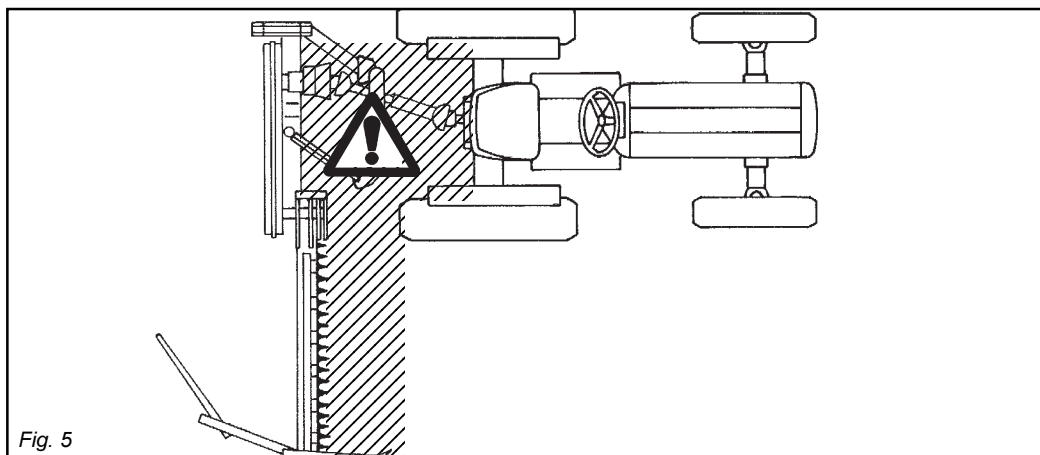

Fig. 5
- 29) È assolutamente vietato interporvi tra il trattore e l'attrezzatura (Fig. 5) con motore acceso e cardano inserito nonché senza aver azionato il freno di stazionamento ed aver inserito, sotto le ruote, un ceppo o un sasso di bloccaggio.
- 29) It is absolutely forbidden to stand between the tractor and the implement (Fig. 5) when the engine is running and the cardan shaft is engaged without having first engaged the hand brake and placed a block or stone under the wheels to prevent them from moving.
- 33) It is absolutely forbidden to stand between the tractor and the implement when manoeuvring the lift control from the outside (Fig. 5).
- 29) Es ist absolut verboten, bei laufendem Motor und eingeschalteter Gelenkwelle zwischen den Schlepper und das Gerät zu treten (Abb. 5). Dazu muß die Feststellbremse gezogen werden und unter die Räder ein Bremskeil oder ein großer Stein gelegt worden sein.
- 29) Il est absolument interdit de se mettre entre le tracteur et l'appareil (Fig. 5) quand le moteur est en marche et le cardan enclenché, sans avoir tiré le frein de stationnement et bloqué les roues avec une cale ou un caillou.
- 29) Está terminantemente prohibido colocarse entre el tractor y el equipo (Fig. 5) con motor encendido y cardán inserido, o sin haber accionado el freno de estacionamiento y de colocar, debajo de las ruedas, una piedra u otro elemento de bloqueo.
- fra il trattore e l'attacco per manovrare il comando dall'esterno per il sollevamento (Fig. 5).
- Schlepper und den Anschluß zu treten, um die Aushebung von außen zu betätigen (Abb. 5).
- relevage de l'extérieur (Fig. 5).*
- 33)** Está absolutamente prohibido colocarse entre el tractor y el enganche para maniobrar el mando desde el externo en la fase de elevación (Fig. 5).